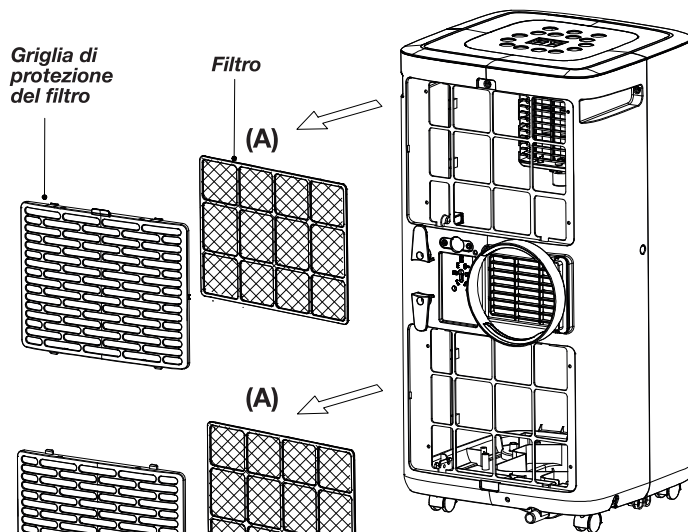

Fig. 1
1) Rimuovere la griglia di protezione del filtro (A) premendo verso il basso e tirando verso l'esterno. Con l'aiuto di un cacciavite, svitare le quattro viti di fissaggio della cornice del filtro e toglierlo dal suo alloggiamento (**Fig.1**).